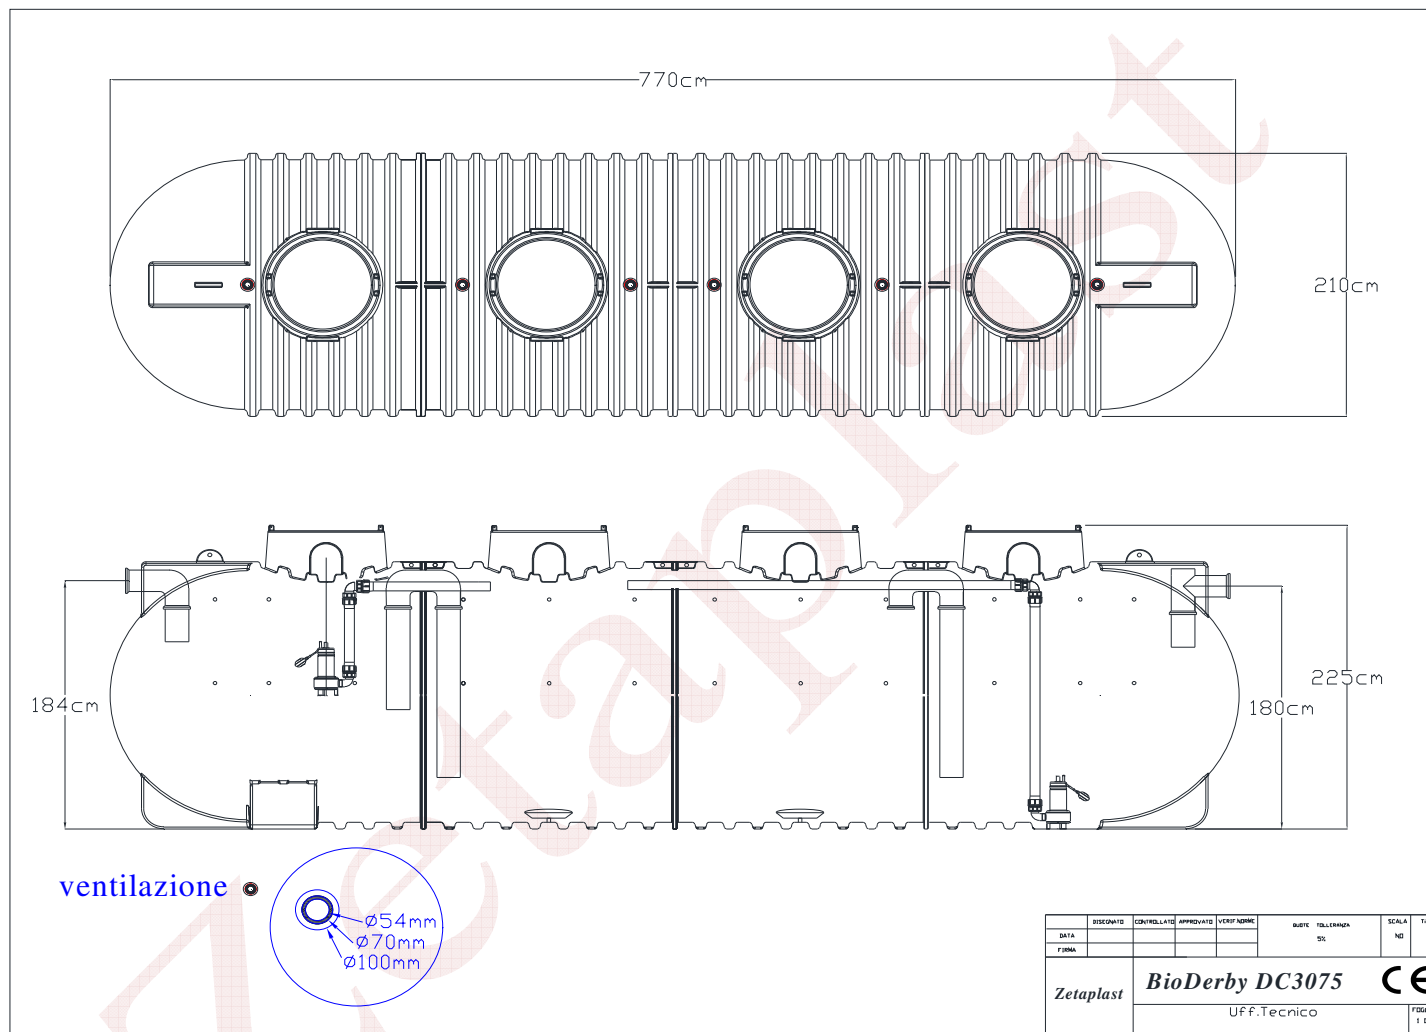

**Fig.2 – Posizionamento collegamenti biogas, ossigenazione e pompa**
#### **4.2 Collegamento uscite biogas (ventilazione) (Fig.2)**
- il collegamento deve essere effettuato utilizzando fascette di acciaio inox e tubo tipo rinforzato in gomma da  $\frac{3}{4}$ " (19mm) o superiore, proteggendolo da schiacciamento e strozzature. Il collegamento al depuratore avverrà in corrispondenza del raccordo identificato dalla targhetta o scritta "soffiante" (Fig.2).